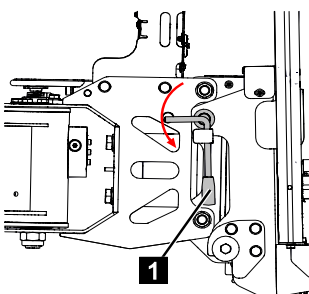

Fig. 159
4. Tourner la cheville de verrouillage (Fig.159/1) de 90° dans le sens inverse des aiguilles d'une montre jusqu'à ce qu'elle s'enclenche.